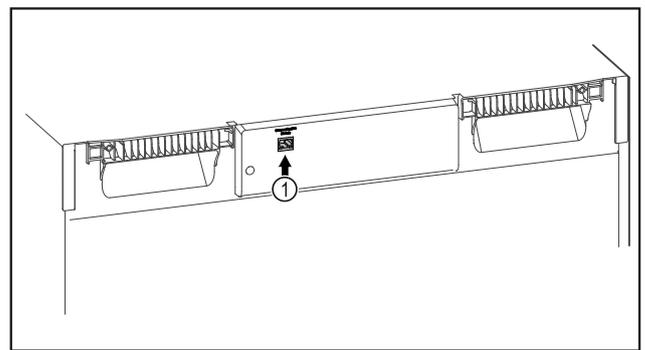

Fig. 131
- SmartModule Fig. 131 (1) встановлено.